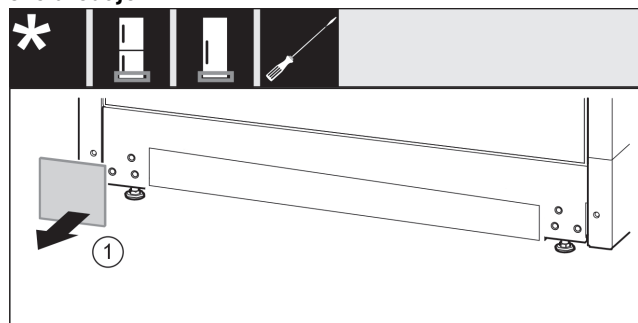

Fig. 23
- ▶ Skinite poklopac Fig. 23 (1).